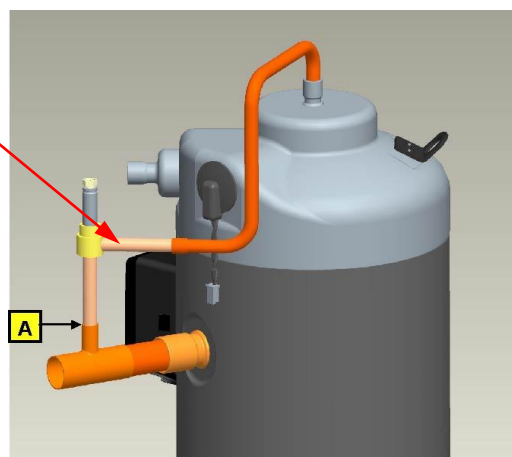
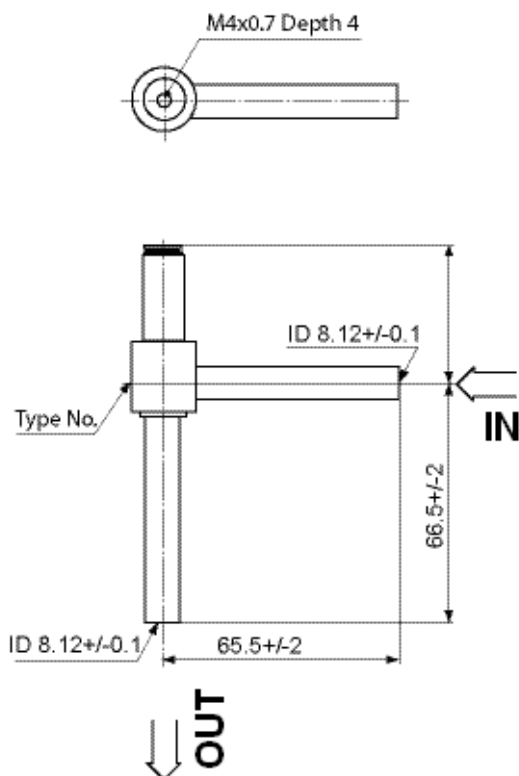

Figure 10: Configuration recommandée pour la tuyauterie
Figure 11: Electrovanne sans bobine
- Le fonctionnement de l'électrovanne est directionnel, voir **Figures 11 & 12** ci-dessous pour repérer l'entrée et la sortie.
Le tube de l'électrovanne à l'aspiration, marqué "A" (voir **Figure 10**), doit être aussi court que possible (moins de 7,5 cm). Les dimensions du tube partant du dessus du compresseur sont indiquées aux **Figures 11 & 12**.